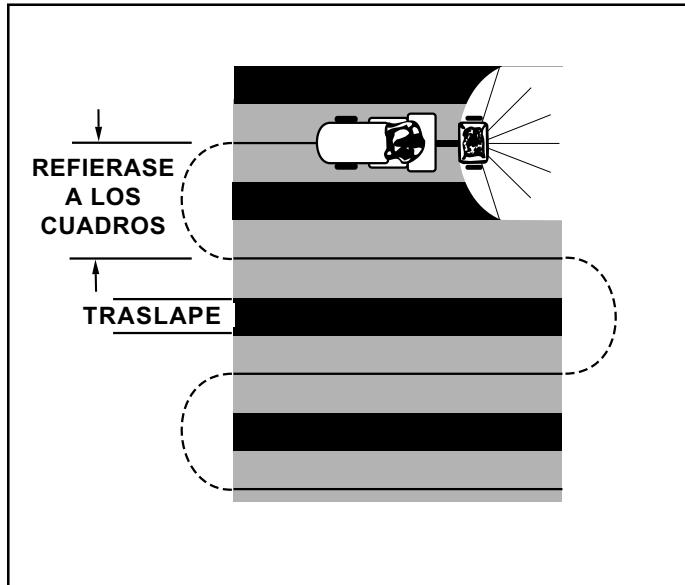

FIGURA 15
- Para garantizar un cubrimiento uniforme, realice cada pasada superponiendo ligeramente el patrón de lanzado de la pasada anterior, según se muestra en la figura 15. Los anchos aproximados de lanzado para los diferentes materiales, se muestran en el cuadro de aplicación en esta página.